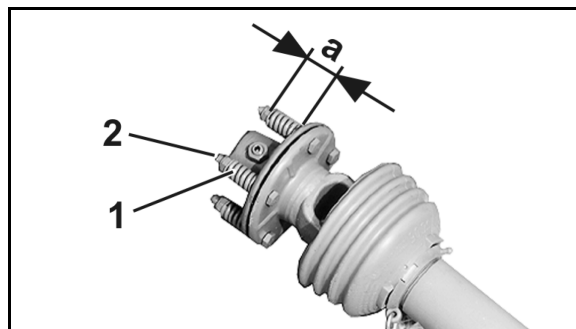

Рис. 90
2. Розвантажте пружини (Fig. 90/1), послабивши гайки (Fig. 90/2).